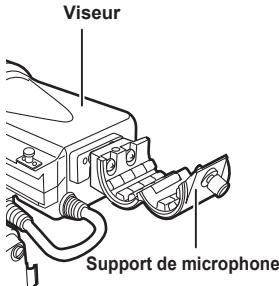

Fig. 1
- 1** Ouvrez le support de microphone. (Fig. 1)